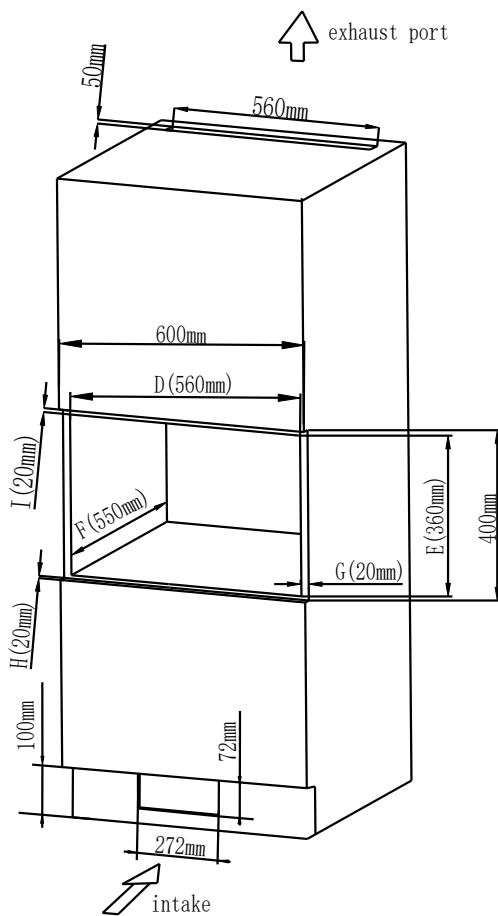

Fig.5
- a) Pozicioni i portës së marrjes dhe shkarkimit, siç tregohet në Fig.5.
Madhësia e hapjes: (D) 560 ± 2 x (E) 360 ± 2 x (F) 550 ± 2 (mm) siç tregohet në Fig.5 "D", "E", "F".